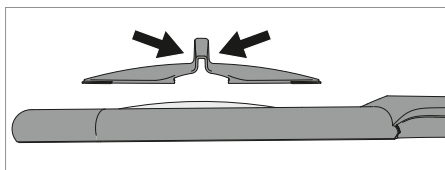

Fig. 2: Montar la cubierta de lupa.
- ▶ Comprima la cubierta de lupa en su parte superior, ver fig. 2.